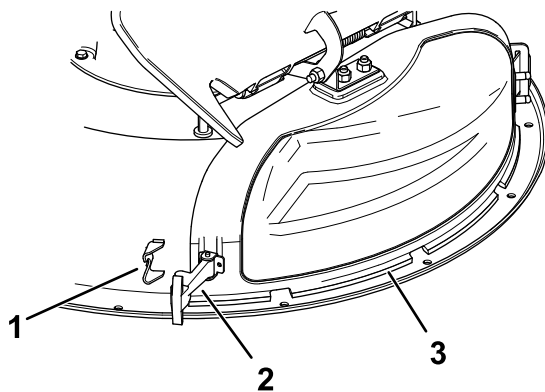

Figura 11
3. Eliberați elementul de fixare flexibil din opritorul acestuia de pe capacul de evacuare și pivotați capacul spre dreapta (Figura 11).
6. Fixați capacul de evacuare la punte prin prinderea elementului de fixare flexibil de pe capacul de evacuare în opritorul de pe punte (Figura 11).